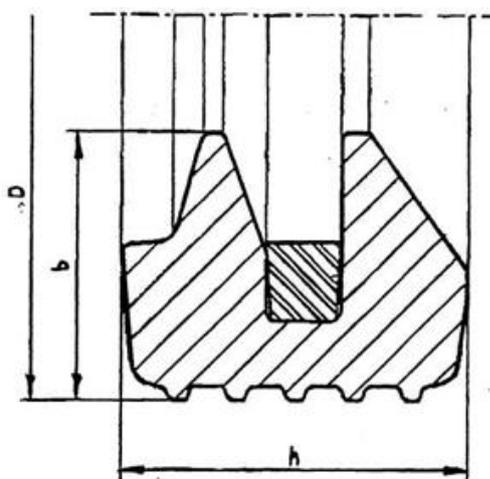

Рисунок 29 - Уплотнительного кольца двухлепесткового типа
3.3. Виды уплотнительных самоуплотняющихся резиновых колец для фасонных частей приведены на **рис. 29 и 30** их основные размеры приведены в **таблице 29 и 30**.